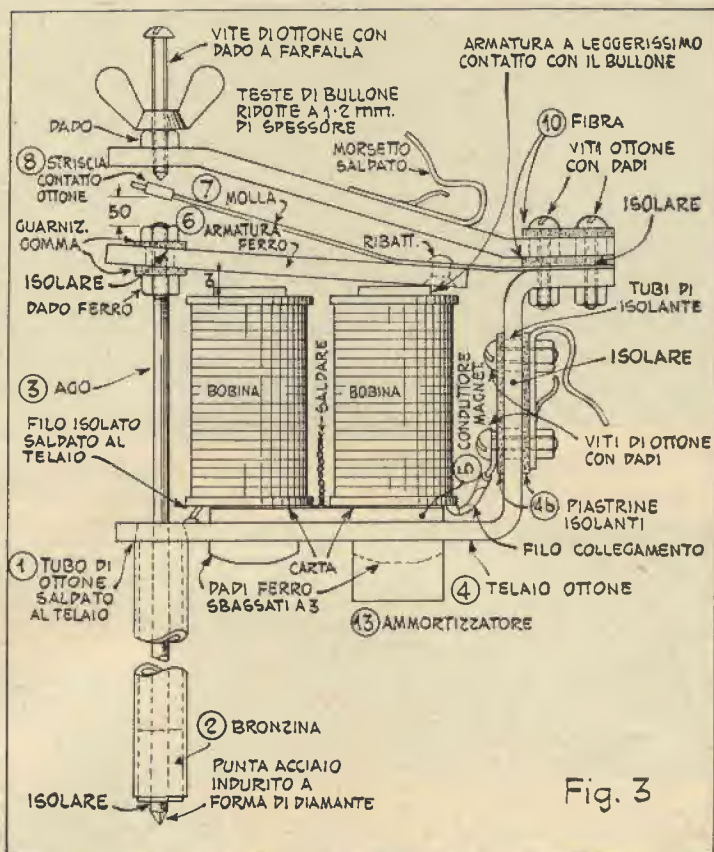

Fig. 3
10) Tagliate da un pezzo di fibra gli isolatori, facendoli di mm. 15x15. Determinate su questi i fori, che debbono combaciare con quelli del telaio. Rimovete le sbavature e verniciate o laccate in verde. Tenete presente che tra il pezzo inferiore del telaio e questo non ci deve essere alcun contatto elettrico (vedi fig. 3). Le superfici a contatto debbono quindi essere bene isolate l'uno dall'altra: controllate l'eventuale presenza di cortocircuiti.